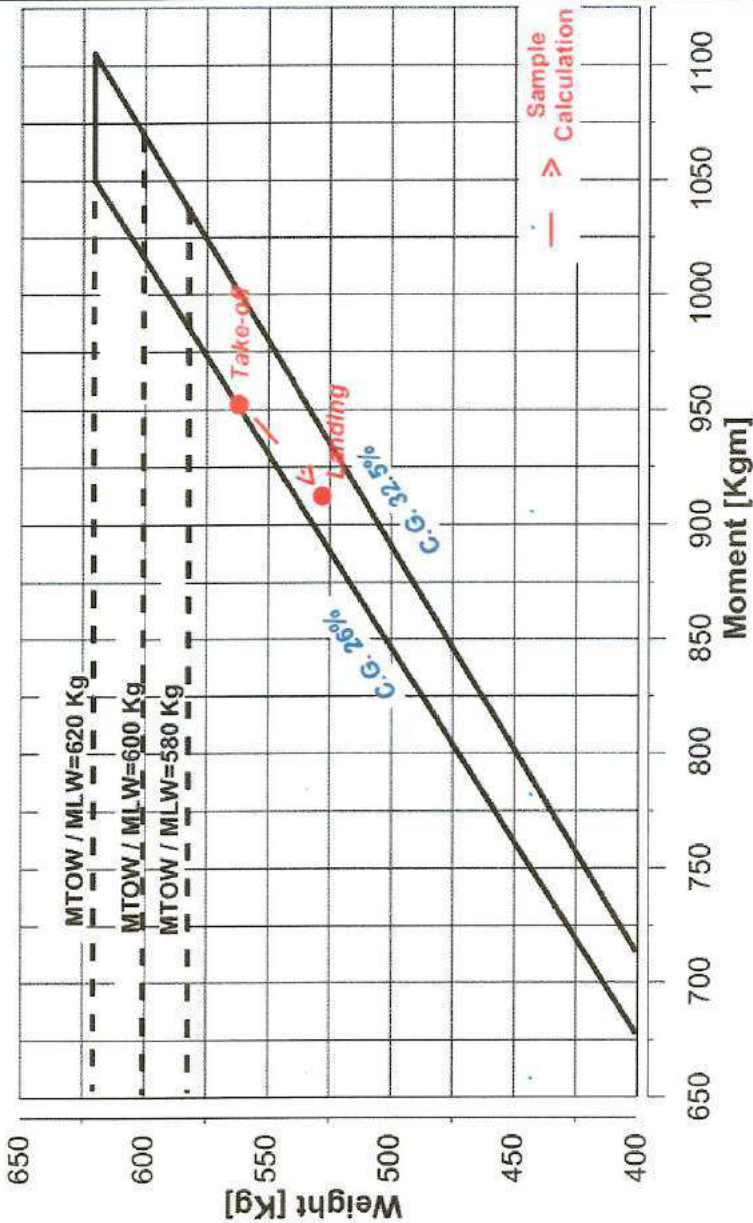

Fig 6-4 ENVELOPPE MOMENT MASSE.
Dans cette sous-section, il est décrit quelle procédure doit être utilisée pour déterminer la masse et le centrage en vol. La masse et le moment obtenu, devront être compris dans l'enveloppe de vol Masse-Moment approuvée. (Fig. 6-4). La procédure détaillée nécessite l'utilisation de :
- Enveloppe Moment-Masse (Fig. 6-4)
Localiser sur le tableau Enveloppe Moment-Masse (Fig. 6-4) les points (masse et moment) correspondant aux conditions de décollage et d'atterrissage. Si les points sont compris dans cette enveloppe, alors le chargement remplit les exigences de masse et centrage.